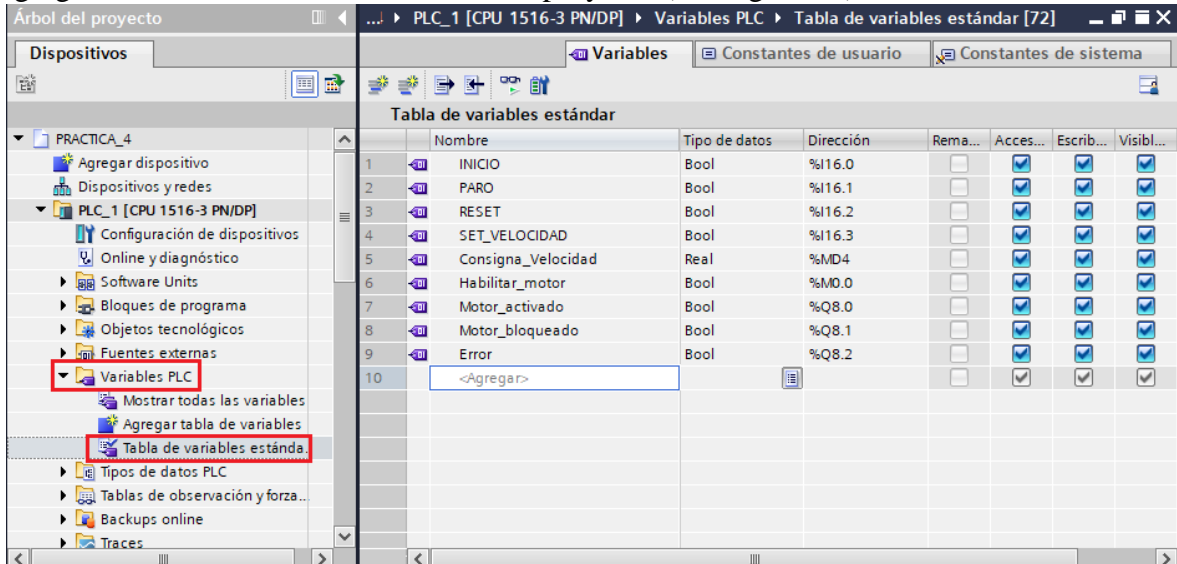

Figura 31. Variables del proyecto.
- (1) Para iniciar la configuración del Telegrama 1, se debe asignar el nombre a las variables que se usarán en el proyecto, para ello se debe ubicar en el “Árbol del proyecto” y hacemos clic en “PLC_1 [CPU 1516-3 PN/DP]” / “Variables PLC” / “Tabla de variables estándar”, y agregamos todas las variables a usar en el proyecto (ver Figura 31).